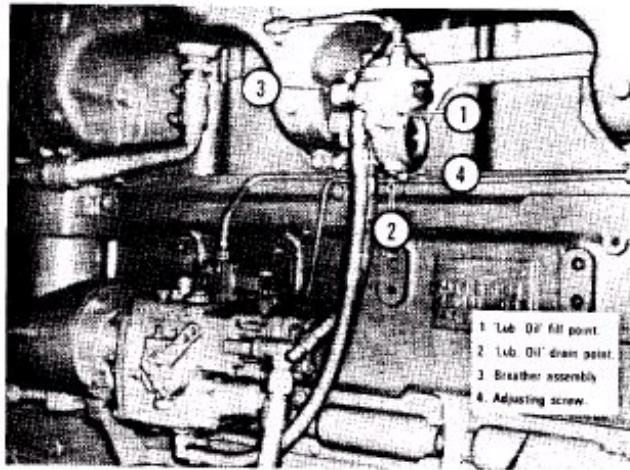

Рис. 2-64. (N10503). Анероид.
1. Выньте из отверстия с маркировкой “Смазочное масло” заправочную пробку (1, рис. 2-64).